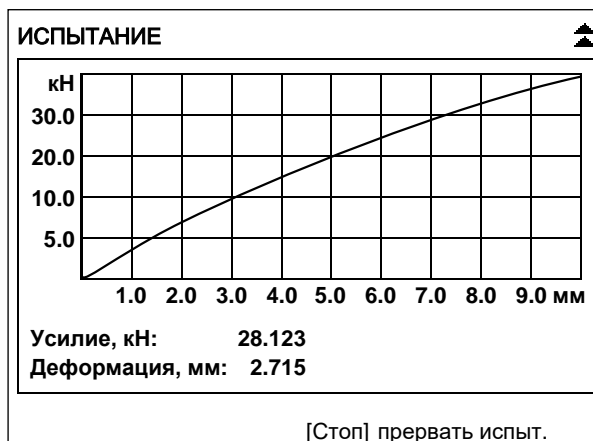

Рисунок 19 – График
4.5.4.8 После того, как нагрузка на образец превысит величину, заданную параметром «**Порог касания**» в меню настроек (ПРИЛОЖЕНИЕ А, страница 37), на дисплее отображается график (рисунок 19).